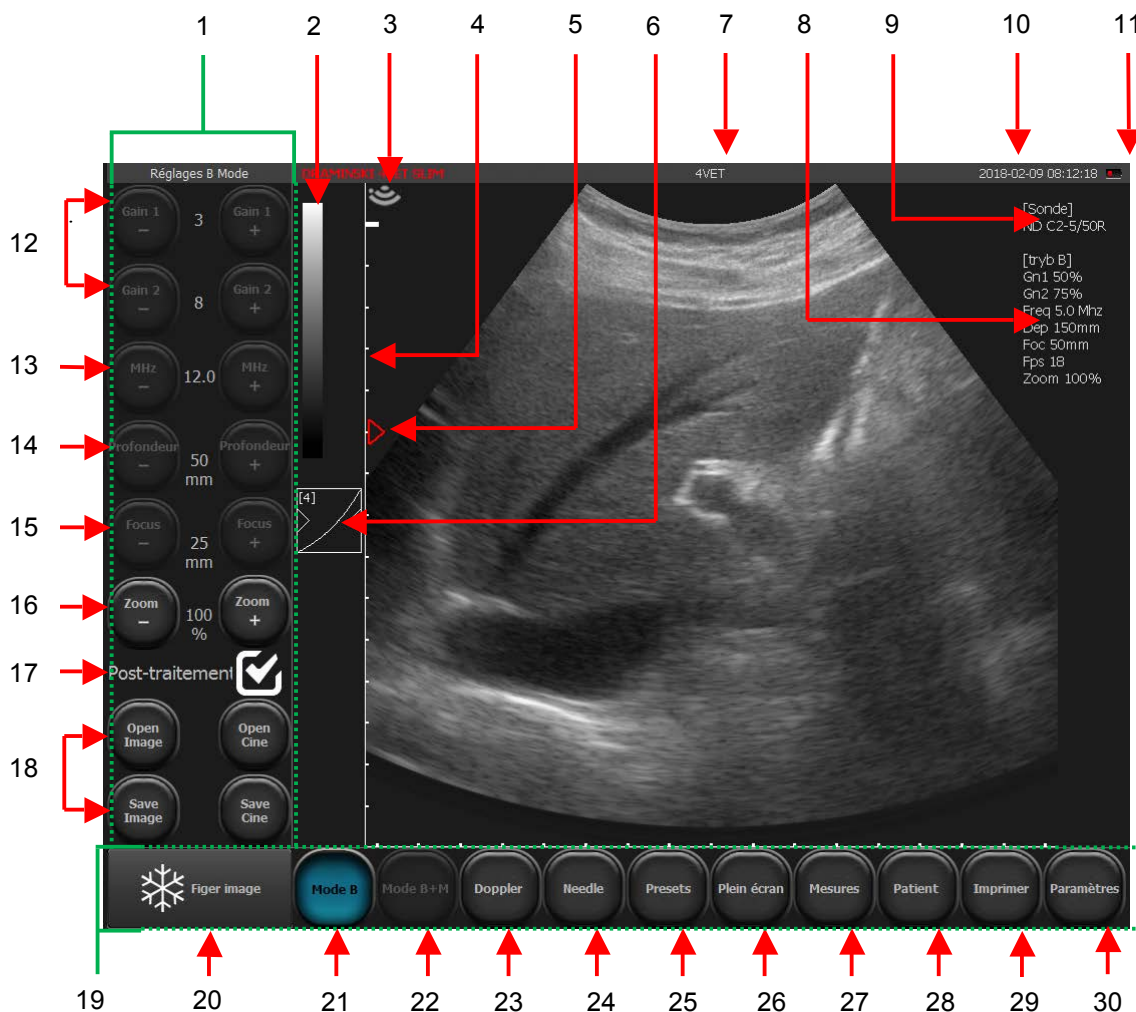

Fig. 11 Éléments de base du panneau
5. Vérifiez si la sonde connectée correspond au symbole affiché sur l'écran (fig. 11, n° 9) et si l'image réagit après avoir touché la partie frontale de la sonde.
4. Vérifiez si la sonde connectée correspond au symbole affiché sur l'écran (fig. 11, n° 9) et si l'image réagit après avoir touché la partie frontale de la sonde.